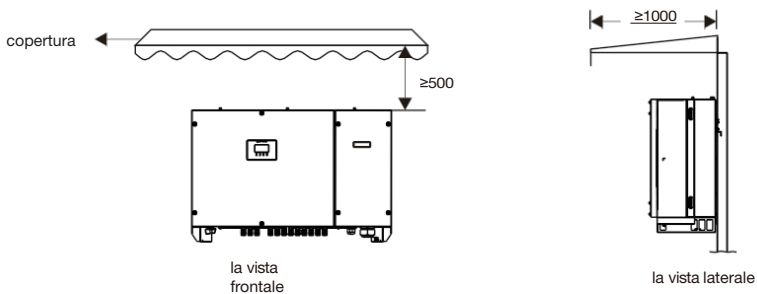

Figura 4.3 Ambiente di installazione con tenda (unità: mm)
- Per prolungare la durata dell'inverter, è necessario evitare l'esposizione diretta alla luce solare, alla pioggia e alla neve. Si raccomanda di installare l'inverter in un luogo riparato. Se non c'è un riparo disponibile, costruire un copertura, come illustrato nella Figura 4.3.